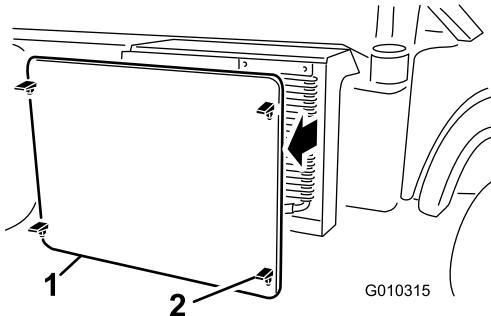

Figura 68
5. Abra los enganches y retire la rejilla del radiador de la parte delantera del radiador (Figura 68).